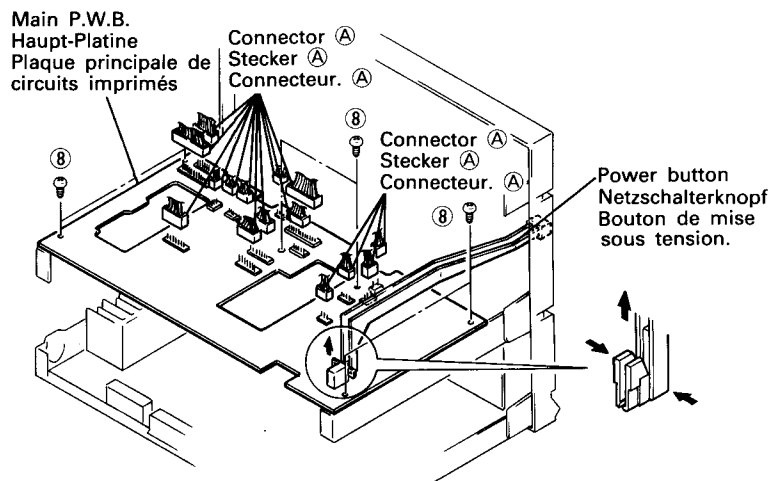

Fig. 4 Abb. 4
4. **Haupt-Platine (Abb. 4)**
4. Plaque principale de circuits imprimés (Fig. 4)